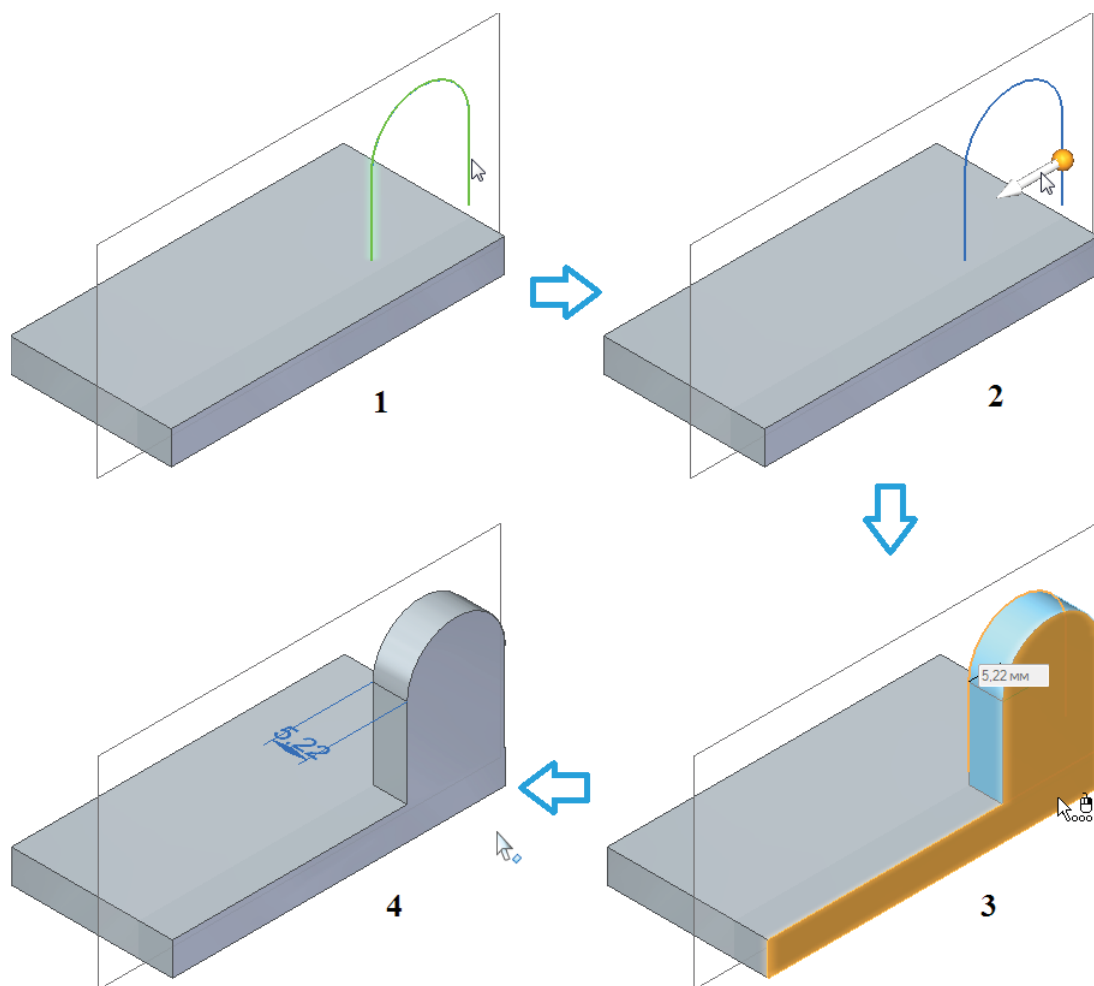

Рис. 2.3.20. Построение выступа на основе элементов эскиза, некопланарного существующим граням модели
Так, выбрав незамкнутый контур из элементов эскиза, некопланарного существующим граням модели (рис. 2.3.20, 1), указав направление добавления материала – внутрь контура (2), выбрав опцию глубины **От/До** и указав в качестве плоскости **До** лицевую грань модели, можно увидеть, как система в результате сама достроит тело до верхней поверхности исходного тела (4).